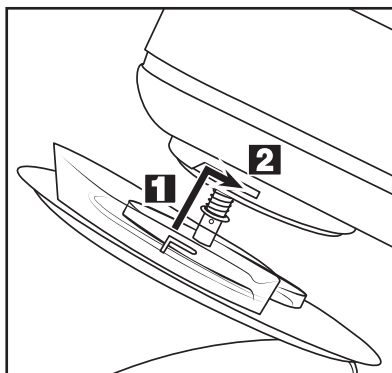

Fig. 1 : Montage du couvercle **9**
- Poussez le couvercle **9** par le bas sur le bras pivotant **1** de manière à ce que les crans d'arrêt sur le couvercle **9** s'engagent dans les rails sur le bras pivotant **1** (fig. 1 / **1**). La flèche sur le couvercle **9** doit pointer vers le symbole  sur le bras pivotant **1** :
- Pour verrouiller, tournez le couvercle **9** dans le sens de la flèche , de sorte que le cran d'arrêt s'enclenche et que le couvercle **9** soit bien fixé (fig. 1 / **2**).